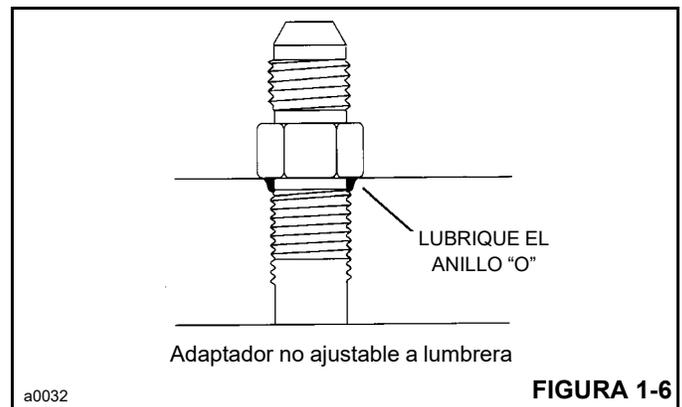

FIGURA 1-6
- Lubrique el anillo "O" con aceite limpio (Figura 1-6).